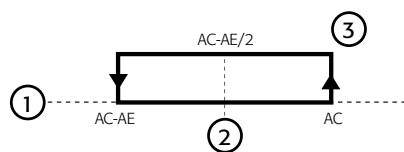

Fig. 4.I
- Gibt die Überschreitung der Grenze zwischen Ac und AE an (aus der Berechnung: $Ac-AE/2$, siehe Fig. 4.I);
- Gibt die Überschreitung des Temperatursollwertes Ac an (siehe Fig. 4.I);